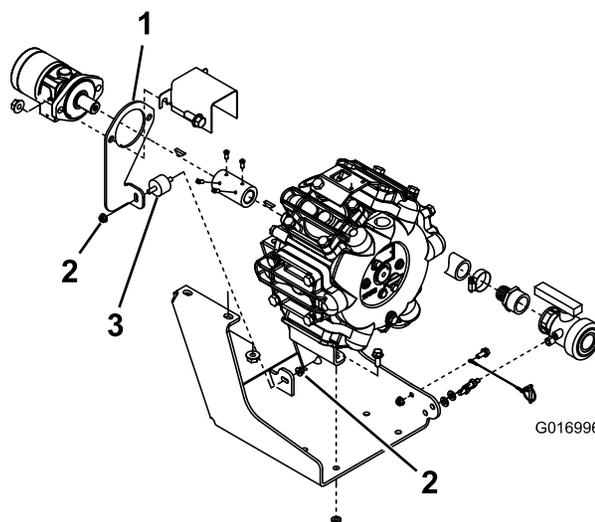

Figura 1
3. Staccate i 2 dadi flangiati che fissano il supporto antivibrazione di gomma alla piastra di montaggio del motore e staccate il supporto antivibrazione di gomma (Figura 1).